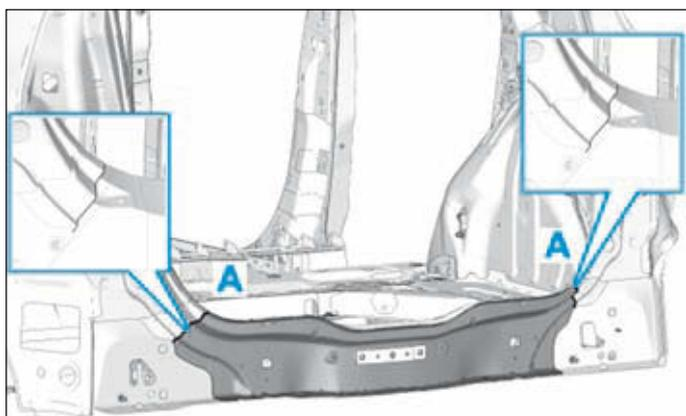

FIG.165
- Respecter les lignes de coupe (A) (Fig.165).